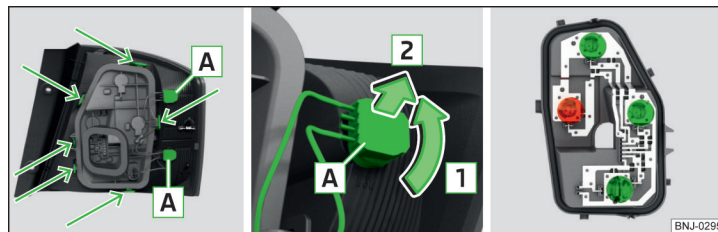

Abb. 312 Äußerer Teil der Leuchte / Glühlampe herausnehmen / Lampenhalter
- › Die Fassung mit der Glühlampe **A** in Pfeilrichtung **1** drehen » Abb. 312.
- › Die Fassungen mit den Glühlampen **A** in Pfeilrichtung **1** drehen » Abb. 312.
- › Den Lampenhalter in mit Pfeilen gekennzeichneten Bereichen entriegeln » Abb. 312 und den Lampenhalter aus der Leuchte herausnehmen.